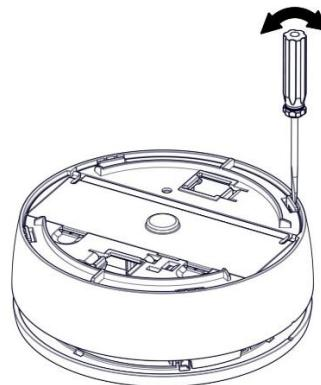

Figura 14
3. Usando uma chave de fenda, pressione as 4 abas e remova o invólucro do detector (*ver Figura 14*).